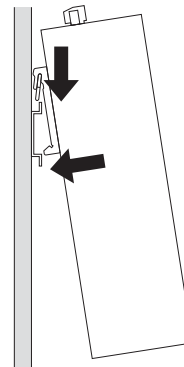

Fig.10-2: Montage Geniax BACnet Module auf Tragschiene
- Das Schnittstellenmodul mit dem Rastfuß auf eine 35-mm-Tragschiene nach EN 60715 aufrasten (Fig. 10-2).